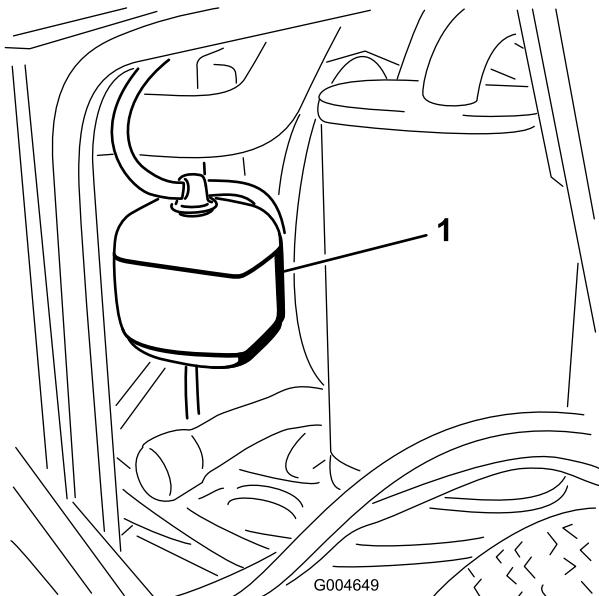

Figure 53
- Vérifiez le niveau du liquide de refroidissement dans le vase d'expansion (Figure 53). Il doit se situer entre les repères qui figurent sur le côté du réservoir.